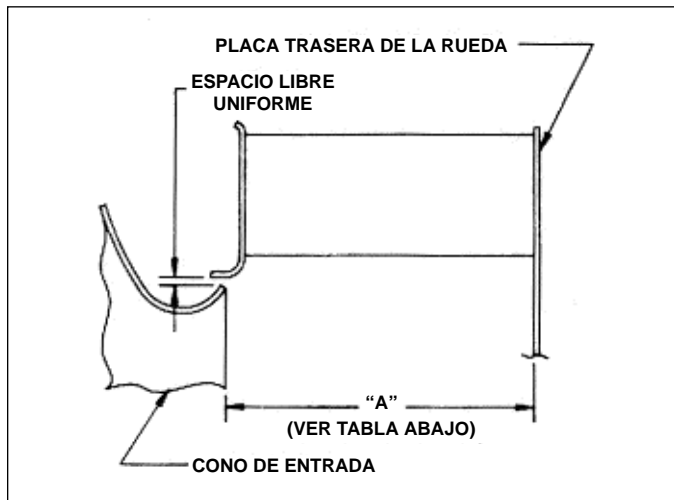

Figura 3
- Cuando se esté instalando una rueda o cono nuevo, debe mantenerse el espacio libre apropiado del cono a la rueda de entrada (vea la Figura 3 para las dimensiones correctas de la rueda a todo lo ancho).